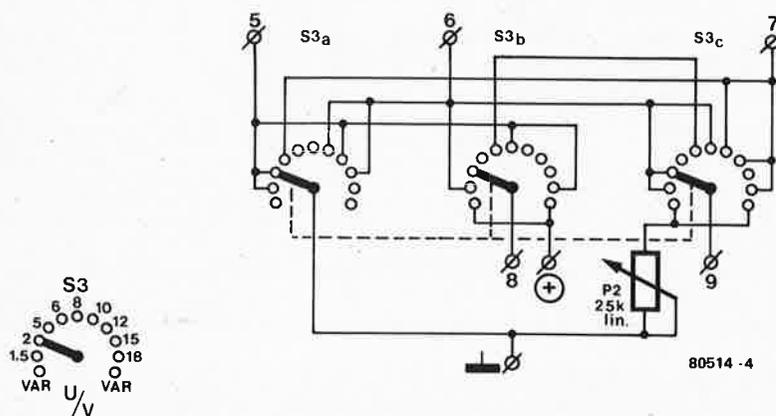

Figure 4. Câblage du commutateur sélecteur de tension S3. Trois connecteurs plats sont utilisés. Aussi, le câblage doit-il être minutieusement vérifié.
L'adjonction de la diode zener D2 entre la broche 3 de IC 1 et la masse permet de porter la tension de sortie du circuit intégré à 30,2 V et ce, afin de fournir à IC2 un signal d'un niveau adéquat (et sûr). On peut prérégler la tension de sortie du circuit à l'aide du potentiomètre P2, dont le branchement est indiqué sur la figure 4. La limite du courant de sortie est déterminée par P1, R2 et R6. L'insertion de R6 en parallèle avec P1 permet de réduire de courant de sortie maximal à 2 A, alors que la résistance R2, d'une valeur de 1 Ω, joue le rôle de "senseur" de courant. Un commutateur à positions multiples (voir figure 4) relié, comme il a été indiqué précédemment, aux résistances de précision internes du circuit
* voir figure 4